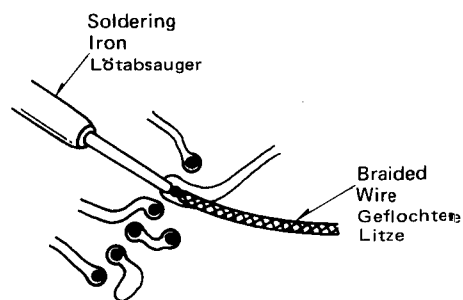

Fig. 13 Abb. 13
B. With braided wire (See figure 13.)
Use a piece of braided wire to absorb soldering of each terminal as shown in figure 13.
B. Mit geflochtener Litze (s. Abb. 13)
Mit einem Stück geflochtener Litze lässt sich wie in Abb. 13 das Lotzinn von jeder Lötstelle entfernen.